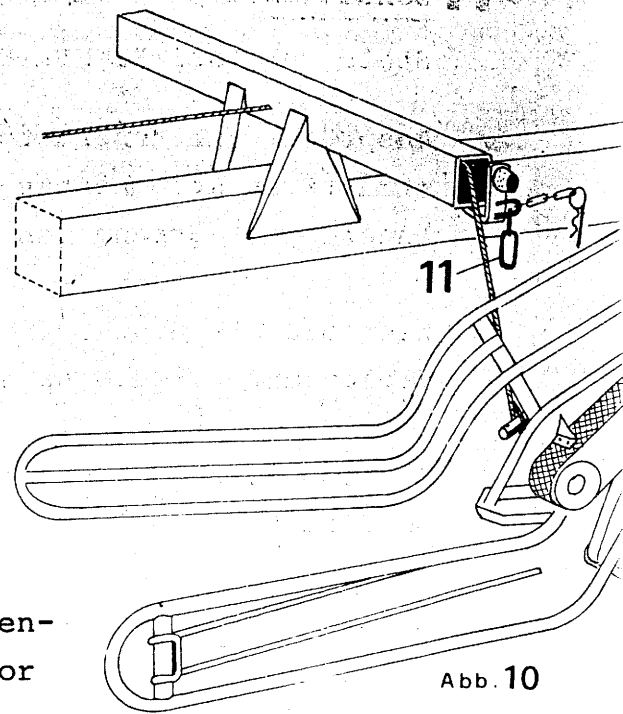

Abb. 10
1. Bei allen Fahrten, besonders aber im öffentlichen Straßenverkehr, ist die Straßenfahrtsicherung 11 Abb. 10 einzuhaken. Da das Aufnahmegerät beim Herablassen auch noch seittl. ausschwenkt, kann ein ungewolltes Herablassen zu einer Verkehrsgefährdung führen.